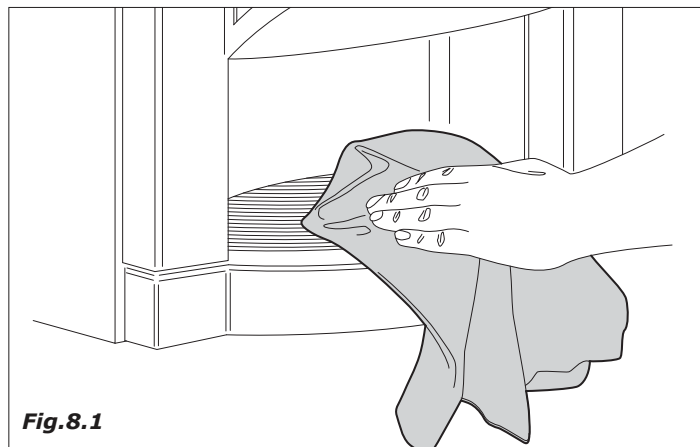
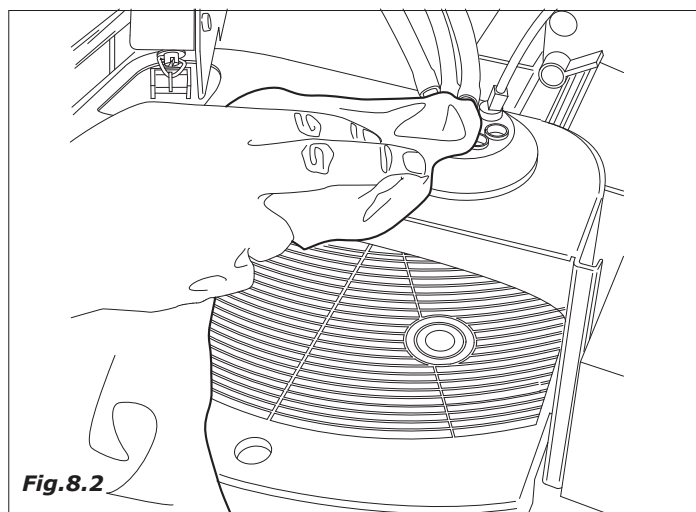

Fig.8.1
Fig.8.2
- Nettoyez toutes les parties en vue des zones de distribution (figure 8.1 et figure 8.2).